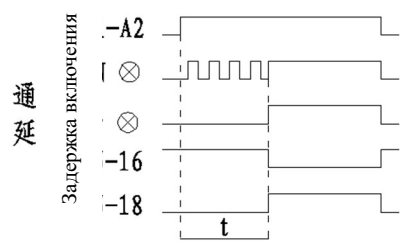

Рис. 20. Диаграмма рабочей последовательности типа А с задержкой времени
- 10: Настройка функции задержки (режим задержки NTE8-M2: A, H, C, W, Di, D, B, см. рис. 20–26)